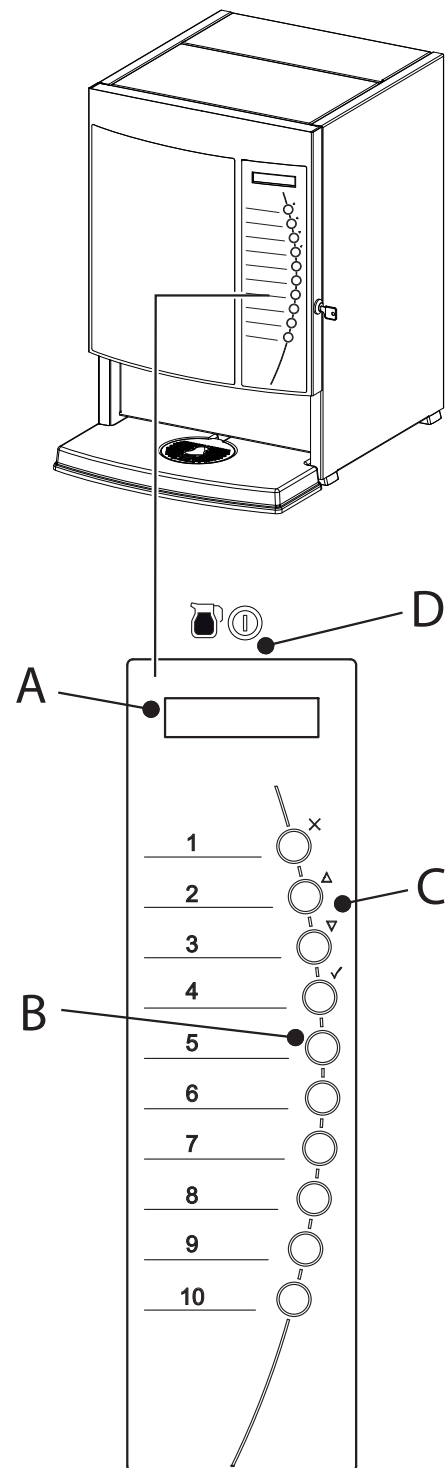

Fig. 21
- Det forreste betjeningspanel (fig. 21) er til normal daglig brug.